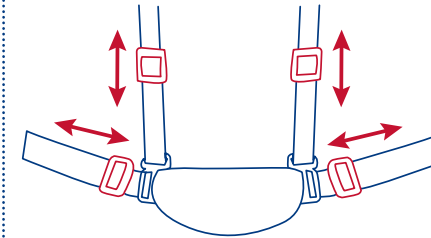

Fig. 10c
cualquier posición. Apriete el arnés del hombro / cintura alrededor del niño para un ajuste perfecto. (Fig 10c)
- Ajuster les sangles pour le confort et la sécurité de votre enfant en faisant glisser des boucles dans les deux sens. Serrer le harnais d'épaule et de taille autour de l'enfant pour un ajustement bien ajusté. (Fig 10c)
- Adjust shoulder and waist straps for your child's comfort and safety by sliding buckles in either direction. Tighten the shoulder / waist harness around the child for a snug fit. (Fig 10c)